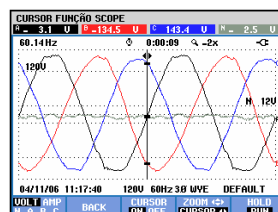

Figura 19-2. Exibição da forma de onda, cursor ativado
- Pressione F3 para ativar o cursor. Use as teclas de seta esquerda/direita para mover o cursor horizontalmente ao longo das formas de onda. O valor das formas de onda no cursor é exibido no cabeçalho da tela, como mostrado na Figura 19.2.